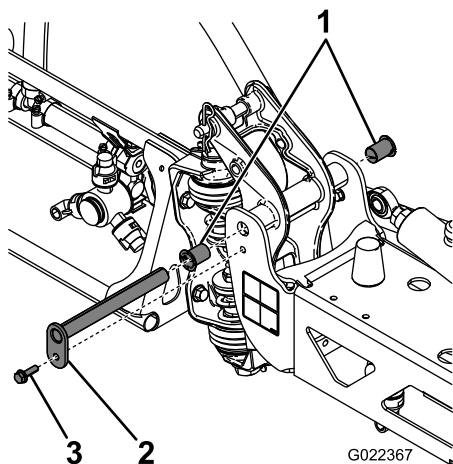

Figura 62
3. Com o peso da rampa suportado, retire o parafuso e porca que seguram o pino de articulação à rampa (Figura 62).
6. Retire e inspecione os casquilhos de nylon dos lados dianteiro e traseiro do suporte da articulação (Figura 62).
7. Aplique uma pequena quantidade de óleo nas buchas de nylon e coloque-as no apoio da articulação (Figura 62).
8. Instale a rampa e o apoio da articulação na estrutura central alinhando as aberturas (Figura 62).
4. Retire o parafuso e porca que prende o pino de articulação e retire o pino (Figura 62).